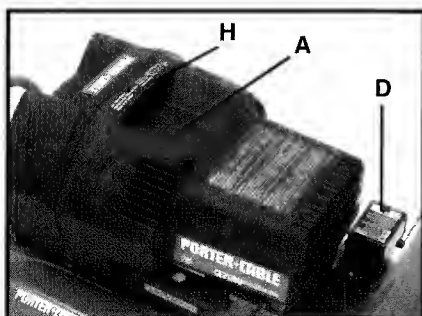

Fig. 1
Bomba del compresor de aire (A), Fig. 1: Para comprimir aire, el pistón se mueve hacia arriba y hacia abajo en los cilindros. En cada carrera hacia abajo se absorbe aire a través de las válvulas de admisión. Las válvulas de salida permanecen cerradas. En la carrera del pistón hacia arriba, se comprime aire. Las válvulas de admisión se cierran y se hace salir aire comprimido por las válvulas de salida.
Conmutador activado por presión prefijada (D), Fig. 1: El conmutador activado por presión prefijada arranca el motor automáticamente cuando la presión del tanque desciende por debajo de la presión de “conexión” establecida en fábrica y detiene el motor cuando la presión del tanque de aire alcanza la presión de “desconexión” establecida en fábrica.
Filtro de entrada de aire (H), Fig. 1: Este filtro está diseñado para limpiar el aire que entra en la bomba. Este filtro siempre debe estar limpio y no tener obstrucciones. Gire los dos tornillos de retención de la tapa en sentido contrario al de las agujas del reloj para quitar y dejar al descubierto el elemento del filtro.